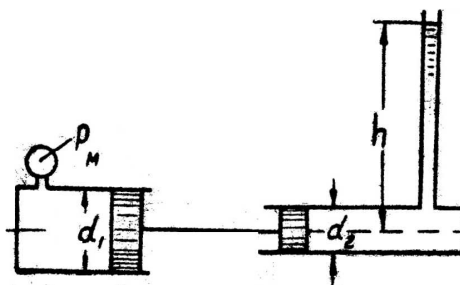

Рис. 5.
**Завдання 5.** Визначити, на яку висоту  $h$  може підняти воду прямодіючий паровий насос при наступних даних: діаметр парового циліндра  $d_1 = 0,3 \text{ м}$  і манометричний тиск в ній  $p_m = 0.8 \text{ кг/см}^2$ ; діаметр водяного циліндра  $d_2 = 0,05 \text{ м}$  (рис. 5). Вважати, що система знаходиться в рівновазі. Тертям поршнів в циліндрах нехтувати.